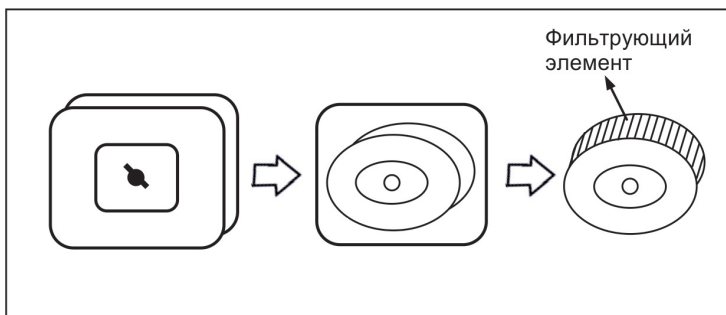

Рис. 19
1. Снимите крышку воздушного фильтра, открутив гайку-барашек (рис. 19)